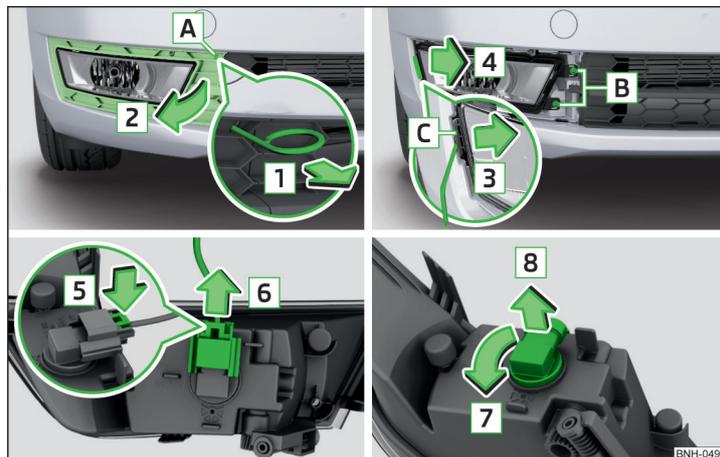

Fig. 189 Démontage du feu antibrouillard/remplacement de l'ampoule
- Insérer l'étrier dans l'orifice [A] » fig. 189 pour retirer les enjoliveurs intégraux de roue.
- Comprimer le verrouillage sur le connecteur dans le sens de la flèche [5] » fig. 189.
- Installer et visser à fond les feux antibrouillard dans le sens contraire de la flèche [4] » fig. 189.